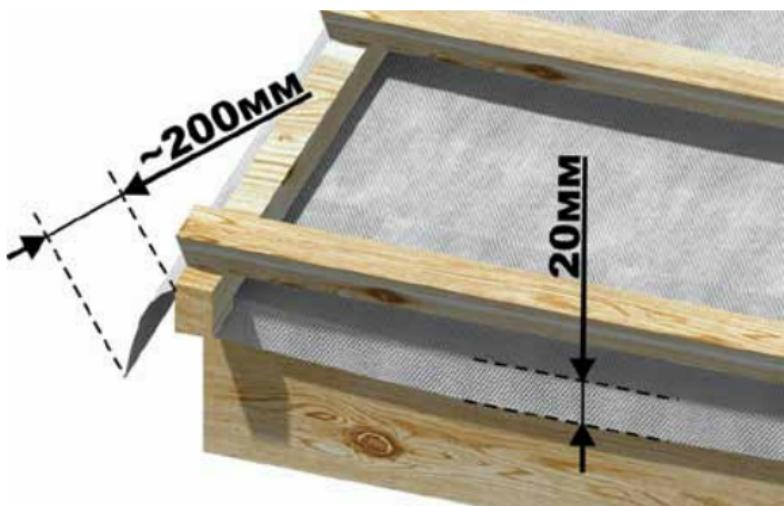

Рис. 9
- **фронтоном**, то пленка должна свисать на 20 см с фронтонной стропильной конструкции для фиксации пленки после монтажа элементов фронтона (рис. 9).